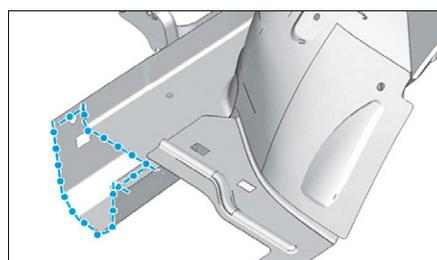

FIG. 7
- Préparer les zones d'accostage et les protéger par un apprêt soudable (Fig.7)